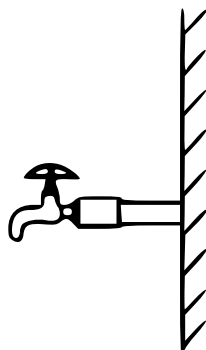
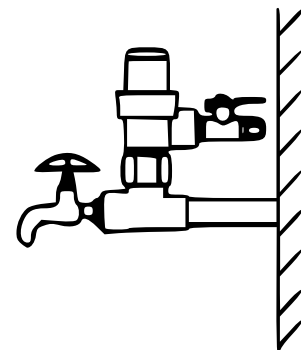

Fig. 10: Conector de 3 vías
Fig. 12: Válvula reductora
1. Utilice un conector-suministrador de agua de 3 vías (**A**) para conectar la válvula esférica y el grifo (Fig. 10 y 11). En caso de que se utilice una válvula reductora de presión, conecte también esta (Fig. 12).